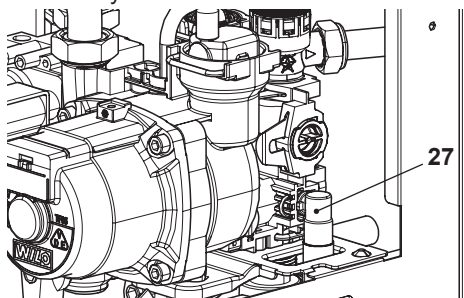

Рисунок 9.4
- Ослабить кран опорожнения котла 27, см. Рисунок 9.4.